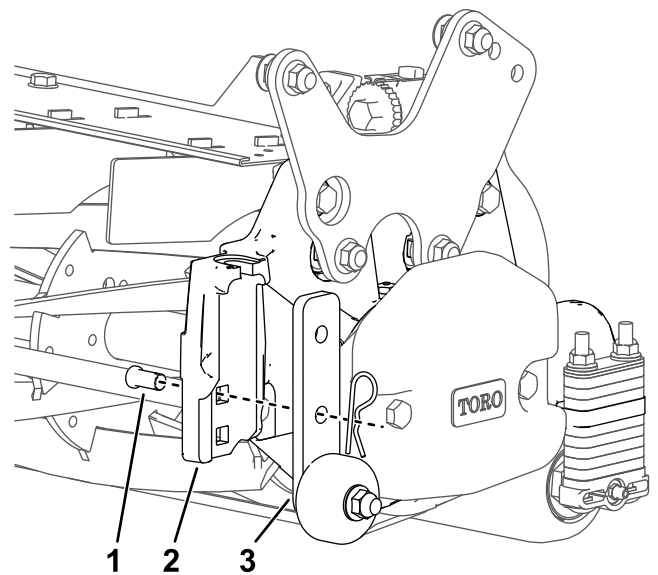

Figure 18
- Relevez les supports des galets d'atelier après avoir relevé l'unité de coupe en position d'utilisation (Figure 18).